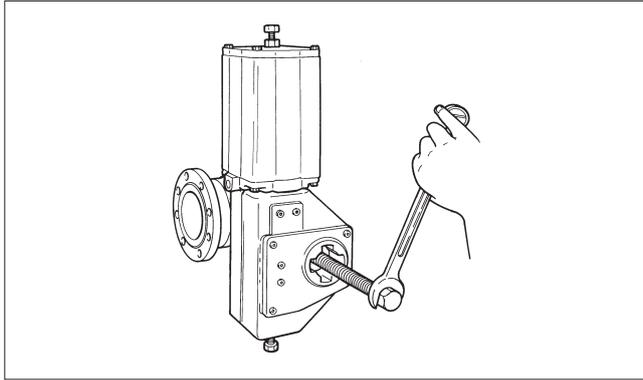

Fig. 40 Dépose d'un actionneur B
- Dégager l'actionneur à l'aide d'un extracteur approprié (cf. fig. 40). Cet outil peut être commandé auprès du fabricant.